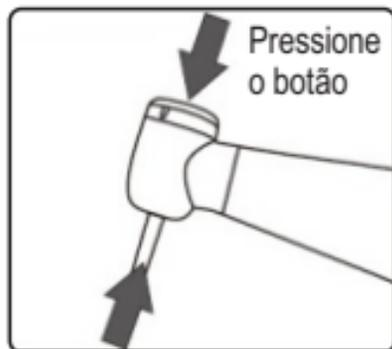

Fig.3.1
- 1) Pressione o botão e insira a broca na cabeça do instrumento girando suavemente para encaixar no mecanismo (Fig 3.1).